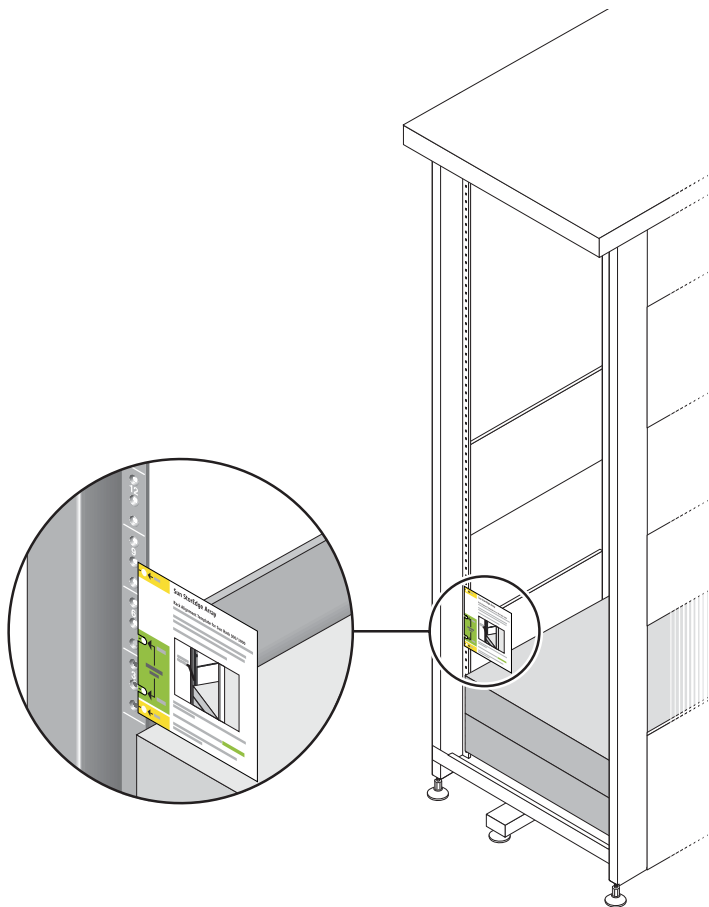

図 2-8 ラック調整テンプレートによる位置の確認
2. 正面の左側のキャビネットレールにラック調整テンプレートを当てて、Sun Rack 900/1000 キャビネットの適切な取り付け穴を探します (図 2-8)。